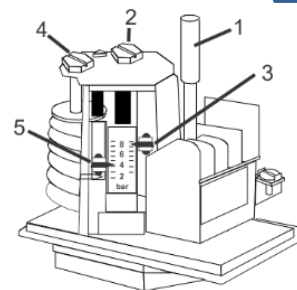

Fig. 2
- Esecuzione con ripristino manuale (FF4-...DRH oppure DDH): alla caduta di pressione sotto il punto inferiore di intervento oppure al salire della pressione sopra il punto superiore di intervento azionare il pulsante di reset 1 (Fig. 2).